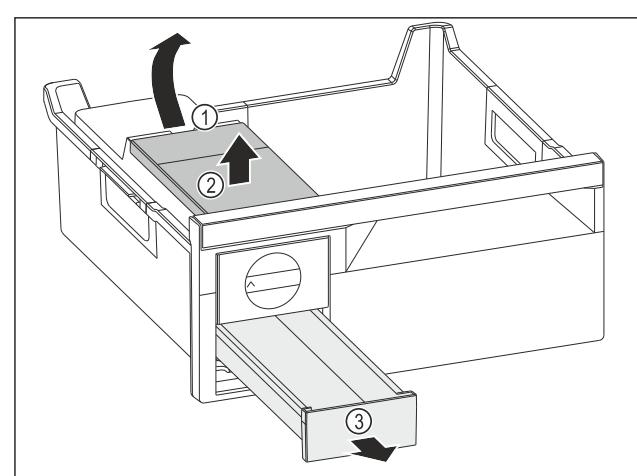

Fig. 135
- Scoaterea rezervorului de apă: Ridicați rezervorul de apă de la degajare Fig. 135 (1).
- Scoateți rezervorul de apă Fig. 135 (2) în sus.
- Scoateți sertarul pentru cuburi de gheăță Fig. 135 (3) spre înainte.